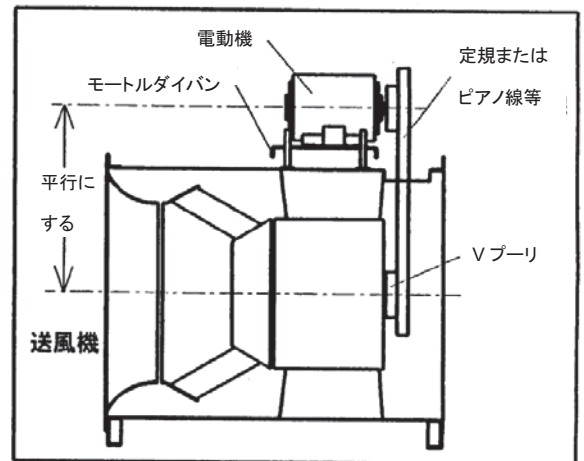

図6 芯出し方法
- (1) 送風機側と電動機側のVプーリの外側端面に図6に示すように定規またはピアノ線等を当て、直線上にあるように確認、調整してください。
- (2) 一般のVベルトの張力はVベルトの中間を指で押して、へこみ具合がVベルトの厚さ位なら適当です。